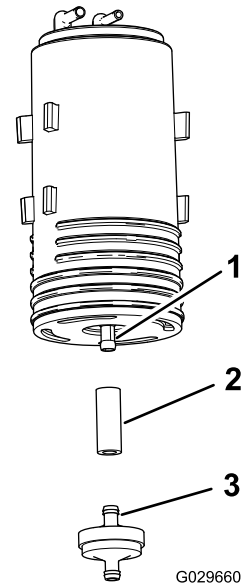

Figure 48
- Déposez le filtre et le petit flexible du raccord inférieur sur l'ancienne cartouche (Figure 48).
- Branchez le flexible au raccord inférieur de la nouvelle cartouche de charbon actif (Figure 48).
6. Insérez le raccord du nouveau de la cartouche dans le flexible (Figure 48).